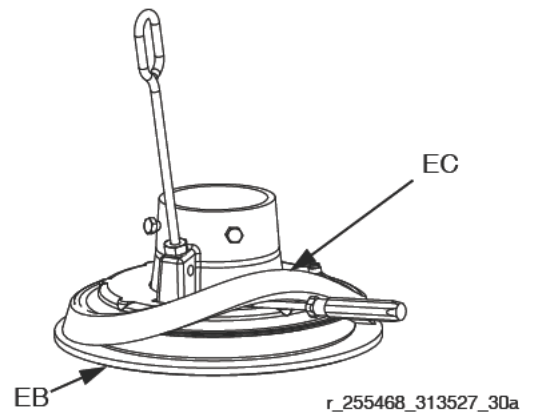

図 16
2. 下端から作業し、ドライバーを使用して、この応用でスペーサー (EC) を引き外します。スペーサーを、完全にプラテンのフランジの上になるように上げます。図 16。